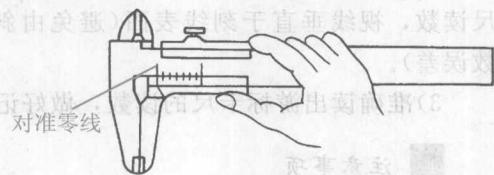

图 1-8 游标卡尺的零位校验
(1) 根据被测工件选用一把三用游标卡尺。
(2) 测量前, 应检查(校对)卡尺零位的准确性。擦净游标卡尺量爪的两测量面, 并将两测量面接触贴合, 如无透光现象(或有极微的均匀透光), 且尺身与游标的零线正好对齐说明游标卡尺零位准确, 如图 1-8 所示。否则, 说明游标卡尺量爪的两测量面已有磨损, 需修正。